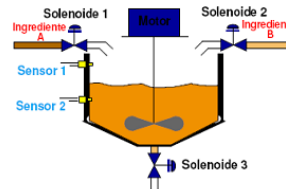

Figura 01. Proceso mezclador.
5.1 Proceso industrial de un mezclador.- Simular el circuito de la figura 01 en Logo Soft Confort, armar el circuito y realizar el programa para solucionar el problema presentado, analizar y explicar el proceso.